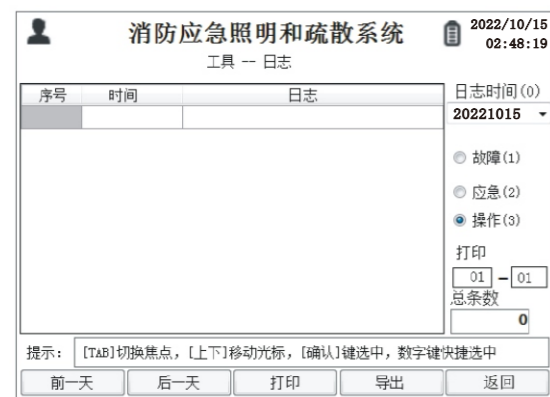

图8.5.2
- 按[日志查看]键,进入日志界面(如图8.5.2),按[Tab]键,切换日志时间、日志类型和打印条数,按[确认]键选择。